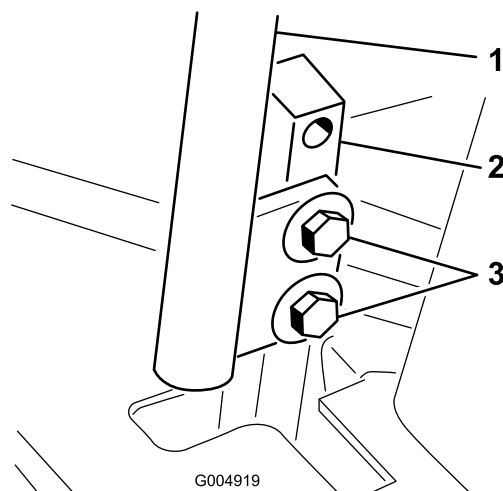

Рисунок 59
3. Ослабьте болты крепления рычагов управления (Рисунок 59).